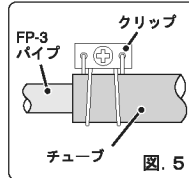

図. 5
- ・インレットパイプ及びアウトレットパイプとチューブの接続部は、クリップを使用して抜けないように確実に固定してください。(図. 5)ガソリンが洩れ、火災や事故の原因となります。
- ① 本品のインレットパイプ及びアウトレットパイプの外径は6.5mmです。これに接続するチューブは、内径6mmの燃料専用チューブをご使用ください。既存のチューブの内径が異なる場合は、異型ジョイントを使用してください。
- ② チューブにインレットパイプ及びアウトレットパイプから抜けないように、クリップ等で確実に固定してください。(図. 5)チューブの配管は、高温になる機器や作動機器の付近を避けてください。